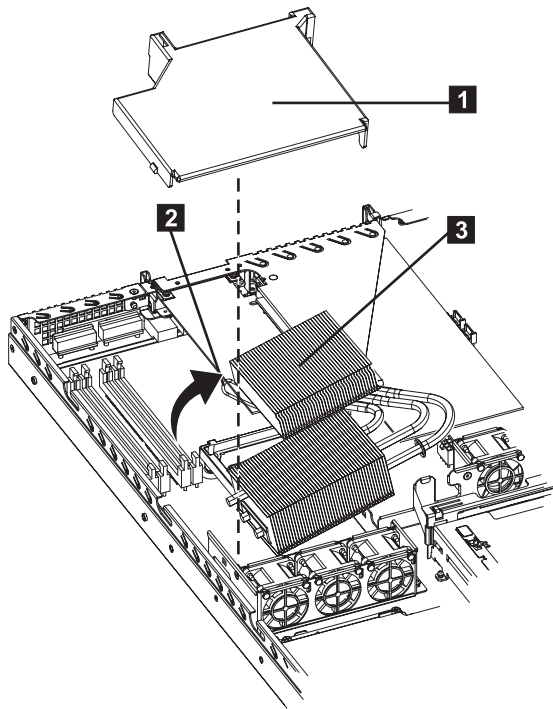

図 252. SAN ボリューム・コントローラー 2145-8A4 のエア・バッフルと熱交換器アセンブリー
5. エア・バッフル (298 ページの図 252 の **1**) を取り外します。エア・バッフルの左端および右端の背面隅をつかみ、持ち上げてノードから取り外します。
6. 熱交換器アセンブリーの解放ラッチ (図 252 の **2**) を開いて、完全に開いた位置にします。
7. 熱交換器アセンブリー (図 252 の **3**) のノードの中央に近い方の側面を持ち上げて、ノードの中央方向に少しスライドさせ、アセンブリー全体を持ち上げてノードから取り出します。